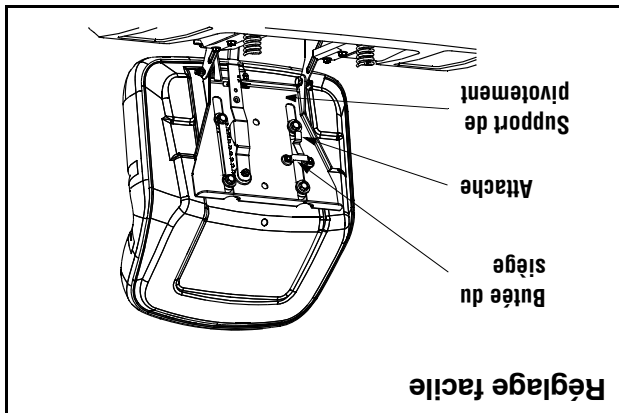

Figure 3
REMARQUE: Si le siège était installé à l'envers sur l'attache qui se trouve sur la butée du siège et le support de pivotement pour l'expédition, tirez sur le siège du support de pivotement. Voir la Figure 3.
- Glissez le siège jusqu'à ce que la rondelle d'espacement avant du siège s'imbrique dans le butée. Voir la Figure 3.
Référez-vous à la Figure 3 et la Figure 4, identifier le style de siège de votre tracteur et suivre les instructions applicables.